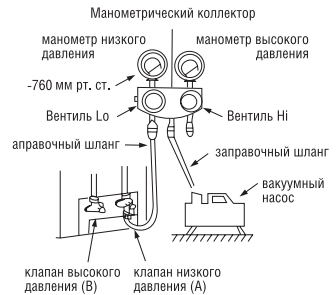

Рис.16
- 7.1. Снимите заглушки с запорных вентилей А, В, С, D. Подключите заправочный шланг манометрического коллектора к заправочному порту вентиля низкого давления на стороне газовой трубы (рис.16).